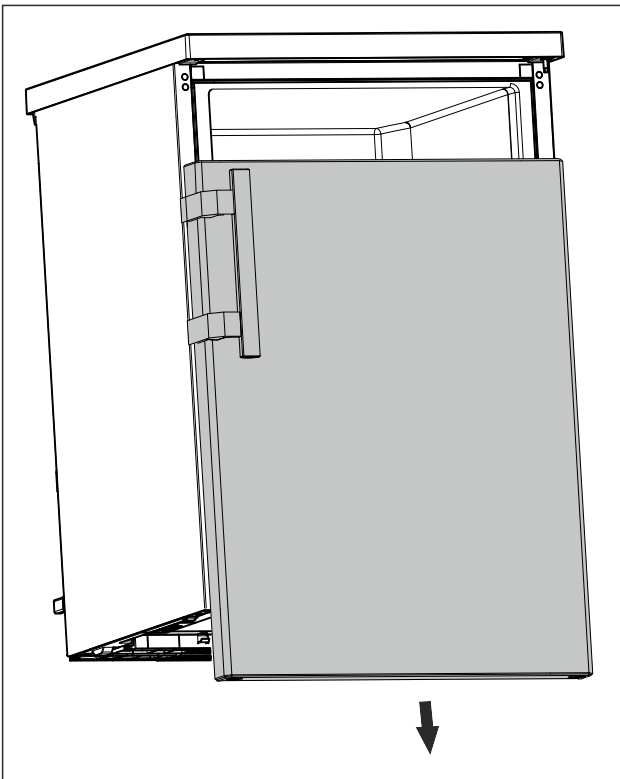

Fig. 12
- ▶ Detașați ușa în jos. (vezi Fig. 12)